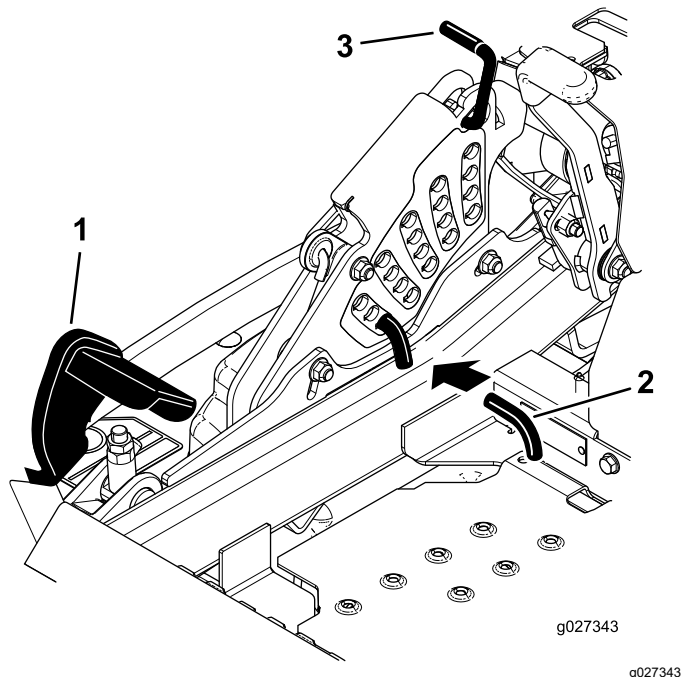

Figura 99
5. Empuje el pedal de elevación de la carcasa hacia delante del todo; la carcasa se enganchará en la posición de transporte de 14 cm (5½") (Figura 99).